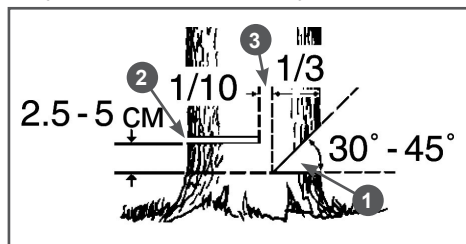

Рис. 11 Расположение запила, пропила и недопила
8. Начните пилить с той стороны дерева, куда оно должно упасть (Рис. 11). Сделайте запил 1 с той стороны, куда должно упасть дерево, глубиной примерно $1/3$ диаметра ствола и под углом от 30 до 45 градусов (Рис. 11).
Ни в коем случае не допиливать до конца недопил 3 (Рис. 11), так как при этом невозможно контролировать направление падения дерева.
9. Сделайте основной валочный пропил 2 с противоположной стороны, выше основания запила на $2,5-5$ см. Между основным пропилом и запилом должно оставаться недопил 3 примерно $1/10$ диаметра ствола. Вставьте своевременно клин в пропил. Недопил 3 действует как шарнир и позволяет контролировать падение дерева (Рис. 11).